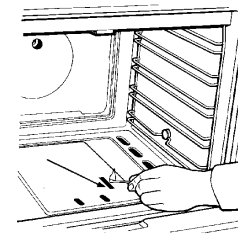

Рис. 8
2) одновременно поднести горящую спичку к запальному отверстию (рис. 8);